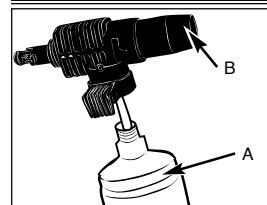

Fig. 4-1A
1. Add detergent into the chemical tank (A) and attach detergent sprayer (B). (Fig. 4-1A)
1. Ajoutez le détergent dans le réservoir à produits chimiques (A) et fixez l'embout à détergent (B). (Fig. 4-1A)